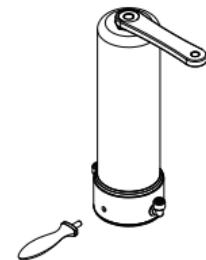

Figure 9
**REMARQUE :** Si vous avez du mal à dévisser et serrer le boîtier, vous pouvez utiliser les outils de clé de recharge. (Figure 9).